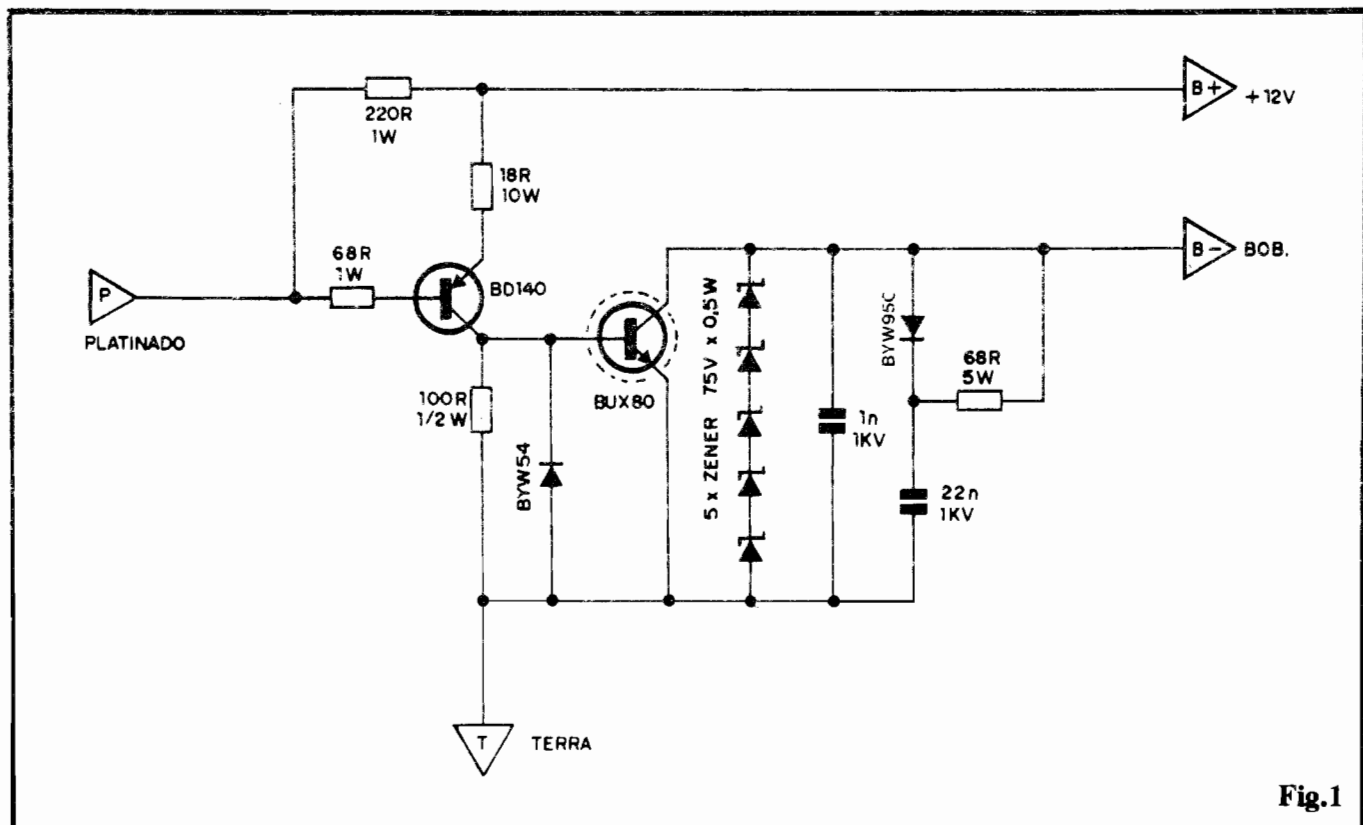

Fig.1
múltiplas Tensões, dotar o conversor de três "voltagens" opcionais (3, 6 e 9 volts), escolhidas pela simples "mudança de posição" de um parafuso (três contatos de rosca ficam à disposição do usuário, para tal função...). Já esbocei o circuito alternativo que pretendo usar, e estou mandando um diagrama, junto com a presente carta, pedindo o seu conselho e as sugestões que Vocês puderem me dar, inclusive quanto aos valores **exatos** requeridos para os resistores determinadores das Tensões... Sô mais uma "coisinha": esperando que aceitem minha humilde "fiscalização", no "esquema" do **CONVERSOR**, FIG. 1, pág. 38 de A.P.E. 52, o resistor marcado como "330K" é - na verdade - de **330R** (conforme, aliás, é visto no "chapeado", FIG. 4 da mesma página e também na própria LISTA DE PEÇAS idem..." -
- **FIG. 1 - DIAGRAMA ESQUEMÁTICO DO CIRCUITO** - No "miolo" do circuito, temos os dois únicos componentes ativos do conjunto, os transistores, dispostos em acoplamento direto (**coletor** do BD140 diretamente excitando a **base** do BUX80...) e formando, com o auxílio dos resistores de polarização, um poderoso (em termos de ganho de Corrente...) amplificador... Graças a esse enorme fator de amplificação, a Corrente de "aterramento" do platinado convencional, usada na excitação da **base** do PNP (BD140) situa-se em valor muito pequeno (se comparada à "velha" Corrente convencionalmente chaveado pelo dito platinado...). Dois diodos, um "super-zener" (feito com 5 zeners de 75V, "empilhados"...) e dois capacitores (1n e 22n) se encarregam de "defender" ambos os transistores de eventuais "excessos" ou transientes de Tensão (que normalmente ocorrem em circuitos do gênero, que chaveiam carga indutiva sob elevada Corrente...). O percurso **coletor/emissor** do transistor de alta Potência (BUX80) faz, na saída do conjunto, o "papel" de